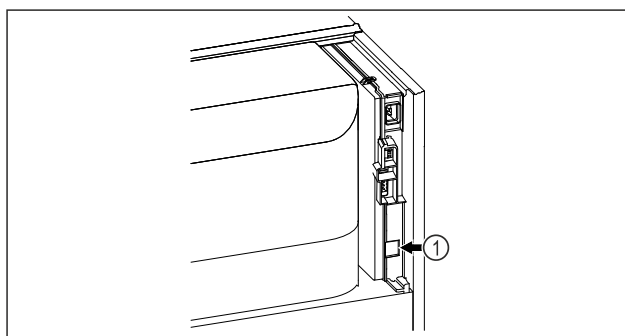

Fig. 77
- ❑ Le SmartModule Fig. 77 (1) est installé.